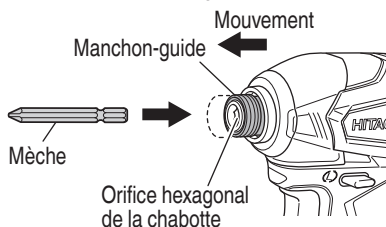

Fig. 9
- Pour installer la mèche, toujours se reporter aux démarches suivantes. (Fig. 9)